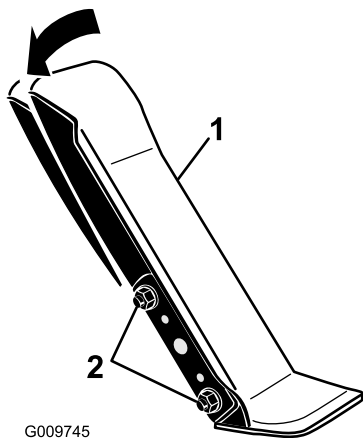

Figura 103
1. Allentare i 2 dadi e bulloni che fissano il lato sinistro del pedale di trazione alla staffa (Figura 103).
2. Inclinate il pedale nell'angolazione desiderata e stringete i dadi (Figura 103).